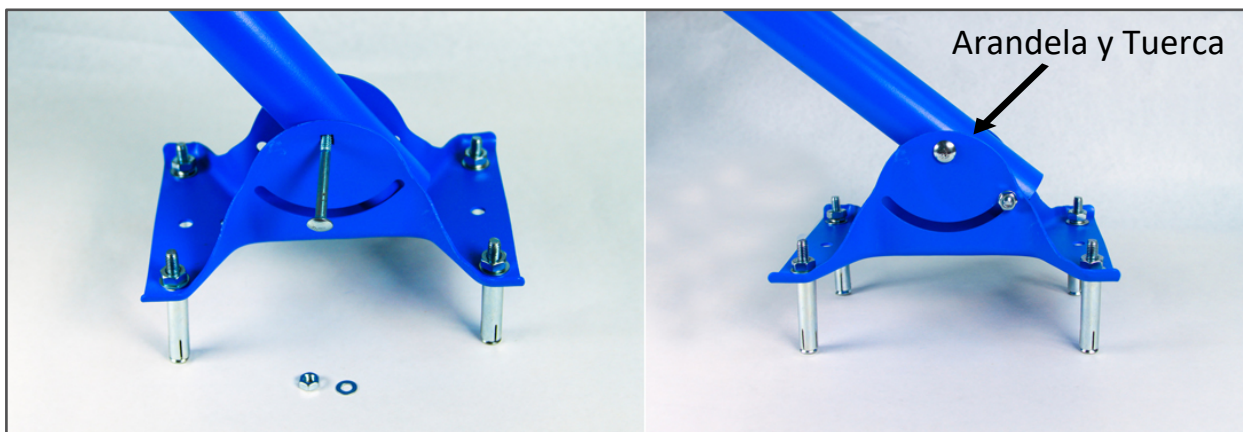

Imagen 16. Instalación de Mástil
Luego se coloca un (1) tornillo de cabeza hexagonal 1/4*57.2 como indica la Imagen 16, se coloca la arandela, la tuerca y se aprieta.